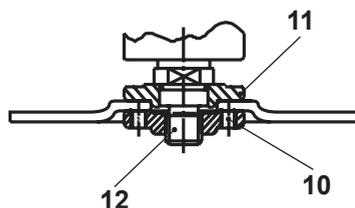

Fig. 15
- Discos finos (< 4 mm) com o centro curvado: coloque a parte saliente do flange de aperto para o lado de fora do disco (Fig. 15).